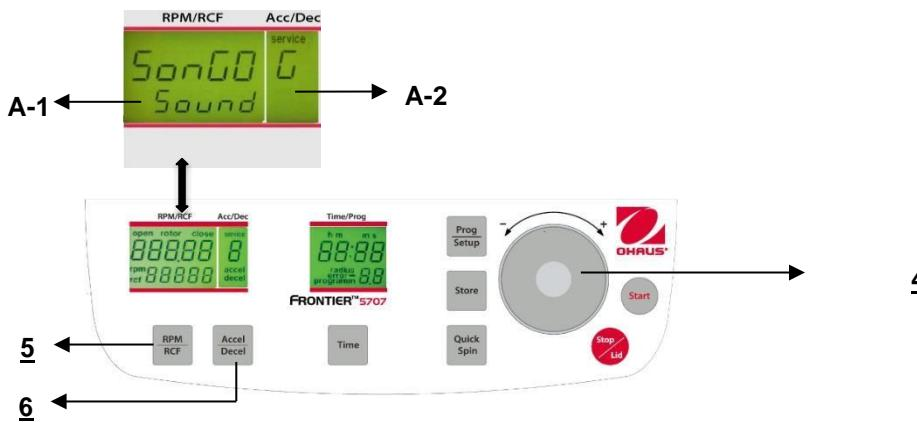

Abbildung. 31
Fahren Sie fort wie unter Punkt 4.1.2 beschrieben, um in den Programmmodus einzutreten und drücken Sie dann die Taste **"Accel/Decel"** (6). Auf der Anzeige blinkt **"Acc/Dec"** (A-2) das Wort **"Service"**. Wählen Sie nun den Buchstaben **"G"** mit Hilfe des Anpassungs Wählrades (4). Als Ergebnis erscheinen auf der Anzeige **"RPM/RCF"** (A-1) die Worte **"SonGo/Sound"**. Nach dem Drücken der Taste **"RPM/RCF"** (5) können Sie mit Hilfe des Anpassungs Wählrades (4) ein Lied auswählen. (Siehe Abbildung 31).